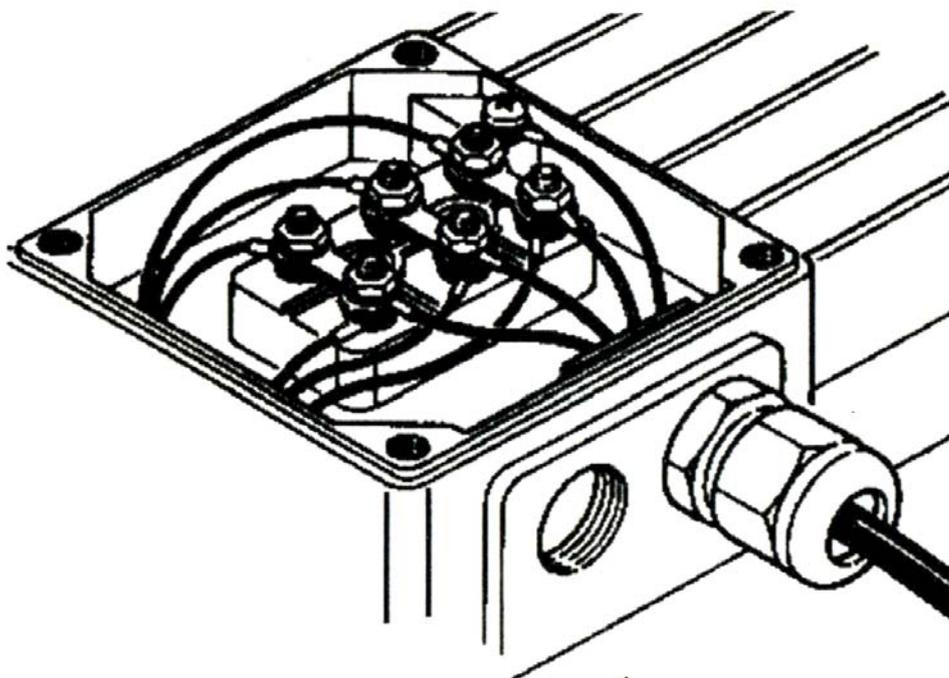

рис. 2
- Заземленный провод должен иметь соединение со всеми металлическими частями оборудования, по которым не проходит ток, но которые открыты и случайно могут оказаться под напряжением (рис. 2 и 4, стр. 8 и 9).